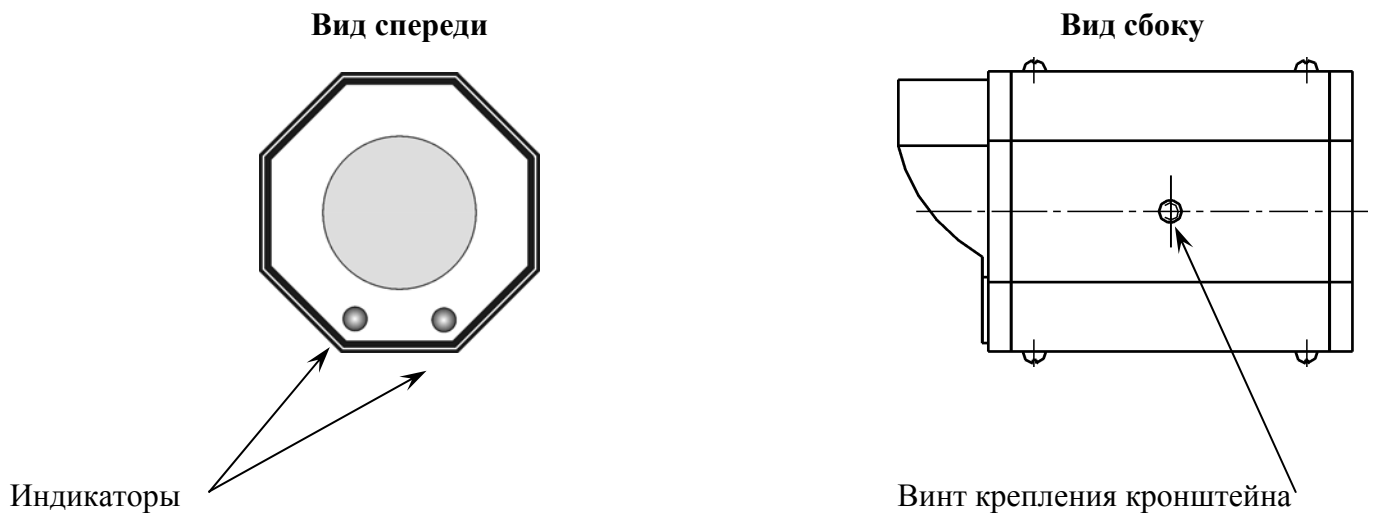
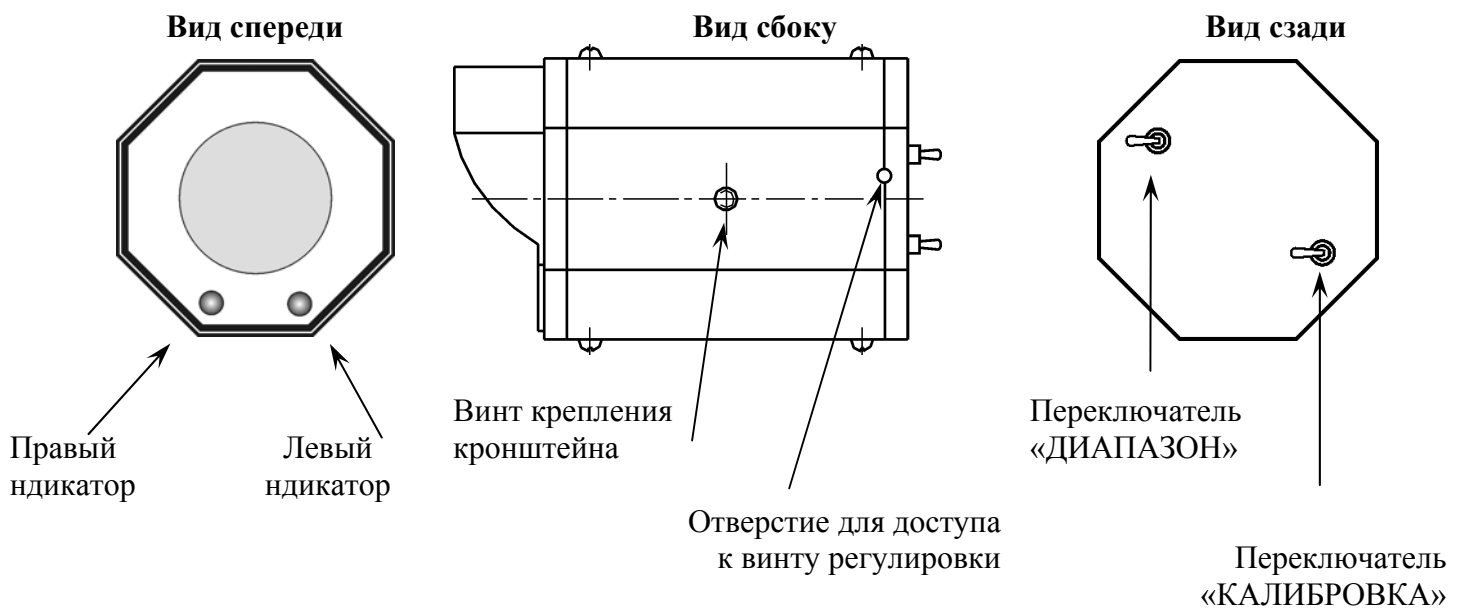

Рис. 1 Расположение индикаторов и деталей на блоке излучателя (БИ)
Рис. 2 Расположение индикаторов и органов управления на блоке приёмника (БП)
4.2 Каждый из блоков БП и БИ представляет собой конструкцию, состоящую из корпуса с кронштейном крепления. Расположение индикаторов и органов управления БИ и БП приведены на рис. 1 и рис. 2.